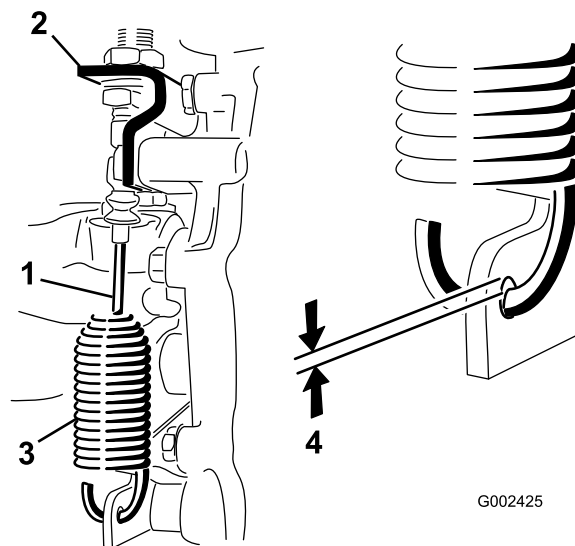

Figura 49
2. Allentate i dadi che fissano il cavo di bloccaggio del differenziale alla staffa del transaxle (Figura 49).